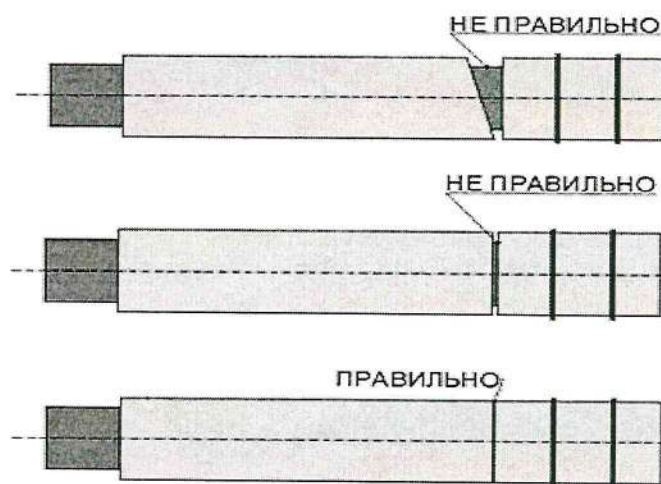

Рис. 1.
3.2. Цилиндры BOS PIPE монтируются на трубу через внешний продольный разрез. Цилиндры должны быть плотно прижаты друг к другу. Торцы цилиндров должны быть ровными, между цилиндрами не должно быть щелей и зазоров, но если есть неровности, то их необходимо срезать ножом (рис.1).